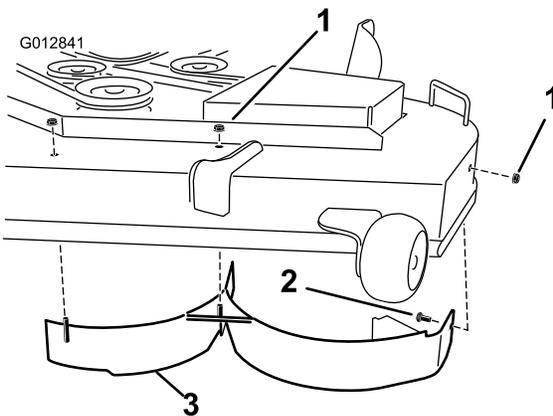

Figure 28
5. Retirez les 2 contre-écrous (5/16") fixés aux montants soudés du déflecteur gauche sur le dessus du plateau de coupe, au centre et à gauche du centre (Figure 28).
7. Déposez le déflecteur gauche du plateau de coupe, comme montré à la Figure 28.